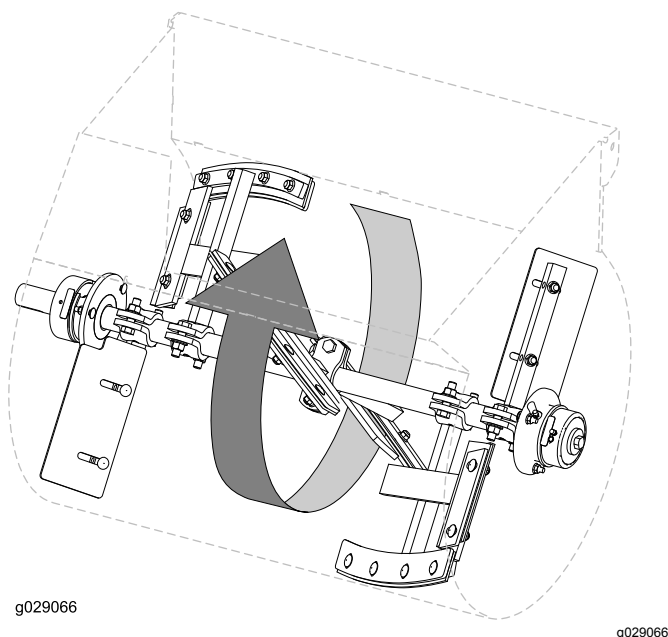

Figura 69
1. Gire una paleta de la fila izquierda de paletas alrededor del tambor y localice en el interior del tambor la mínima distancia entre el tambor y la escobilla de la paleta (Figura 69).